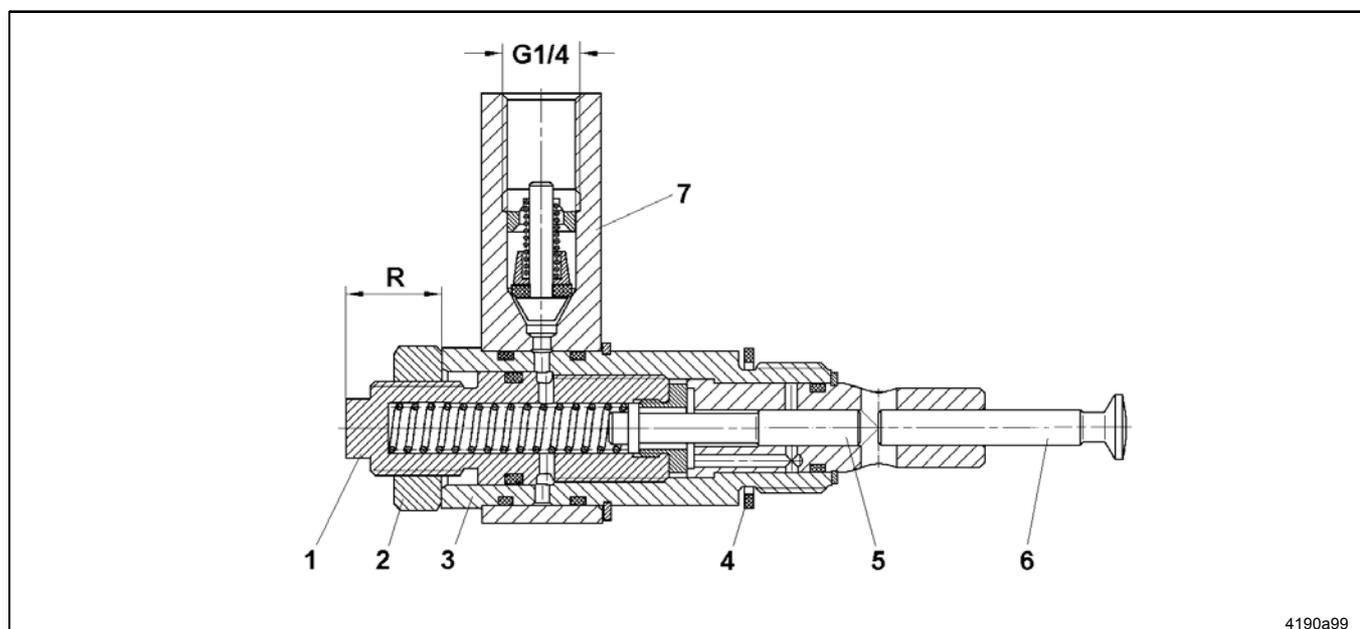

рис. 4 Насосный элемент в разрезе
- Расслабить контргайку (поз. 2, рис. 4), при этом необходимо придерживать ввертную втулку с помощью второго гаечного ключа.
- Размер "R" на рис. 4 указывает на приблизительную величину количества подачи:
- После настройки произвести контрорку контргайки (2). **Макс. момент затяжки 12 нм.**
- ⇒ Проверить, оснащен ли насосный элемент уплотнением (см. поз. 4, рис. 4, стр. 10).
- Сначала закрутите вручную насосный элемент, и затем затяните с помощью гаечного ключа на резьбовой цапфе (поз. 3, рис. 4, стр. 10). Момент затяжки 30 – 35 нм
- Ввести гаечный ключ на резьбовую цапфу насосного элемента (поз. 3, рис. 4) и осторожно выкрутить насосный элемент.